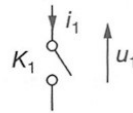

Figure 34
b) En déduire la forme d'onde de la tension u_1 aux bornes de K_1 au cours de la même période, ainsi que celle de l'intensité i_1 qui le parcourt. (fig 34)